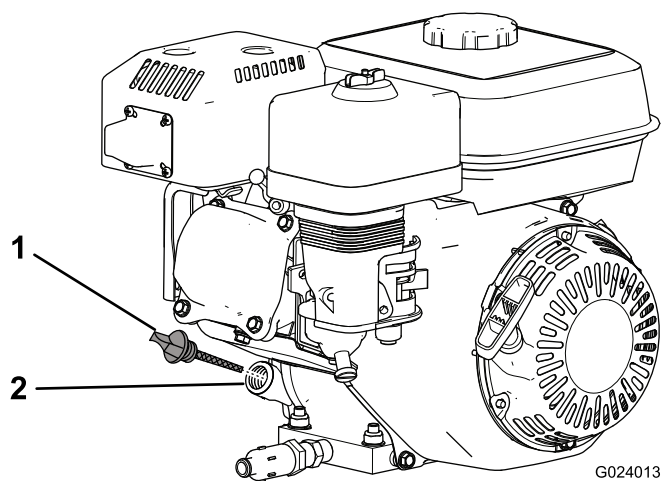

Рисунок 13
2. Заглушите двигатель, подождите пока он остынет, и очистите поверхность вокруг крышки маслозаливной горловины/щупа (Рисунок 13).